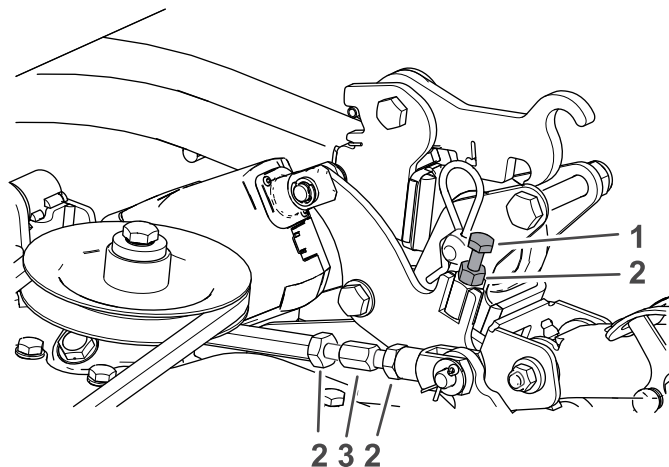

**Figura 98**
3. Mida la distancia entre el suelo y el punto más adelantado de la unidad de corte (Figura 98).
4. Mida la distancia entre el suelo y el punto más trasero de la unidad de corte (Figura 98).